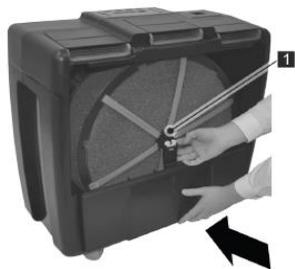

Рис. 18
3. Установите резервуар для воды, при этом зафиксируйте ступицу барабана при установке резервуара (рис. 18/1).